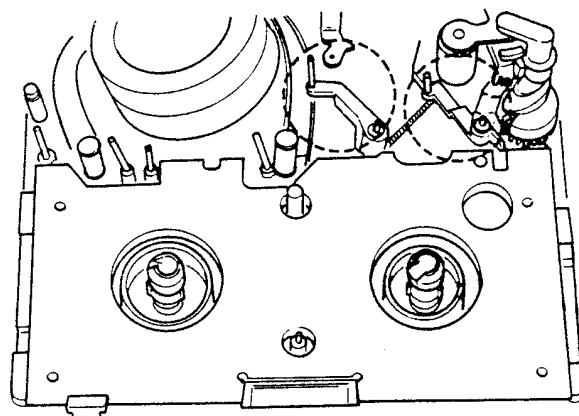
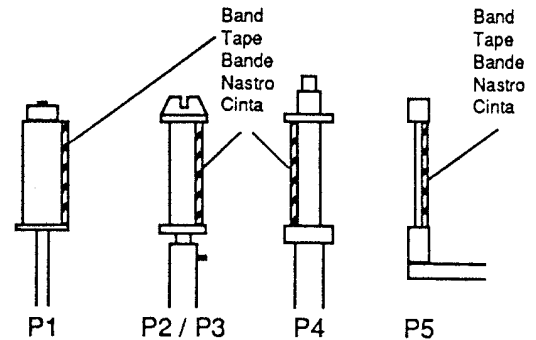
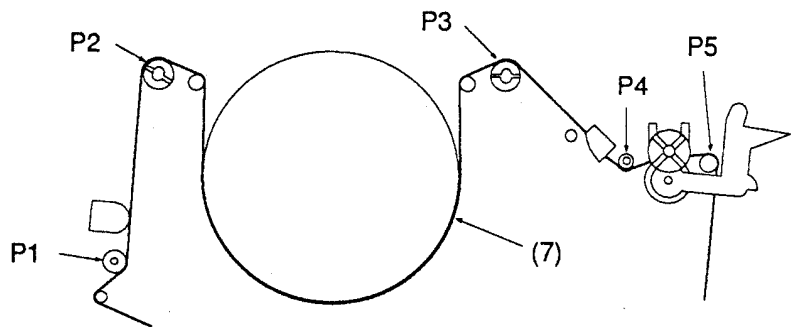

Fig. 30
Fig. 33
Fig. 35
- Prüfen, ob das Band an den Bolzen P1, P2, P3, P4 und P5 ohne zu bürzeln läuft (Fig. 33... Fig. 35).
- Note:** The Adjustment Nut (52) on the Tape Pull-out Bolt P5 must be turned for adjustment purposes only!
- Rotate the capstan rotor in the anti-clockwise direction until the mechanics reaches the position shown in Fig. 30.
- Check that the tape runs past the Bolts P1, P2, P3, P4 and P5 without crinkling (Fig. 33 ... Fig. 35).
- Nota:** Svitare il dado (52) del perno P5 solo per motivi di regolazione!
- Ruotare il senso antiorario il rotore capstan finché viene raggiunta la posizione della meccanica riprodotta in fig. 30.